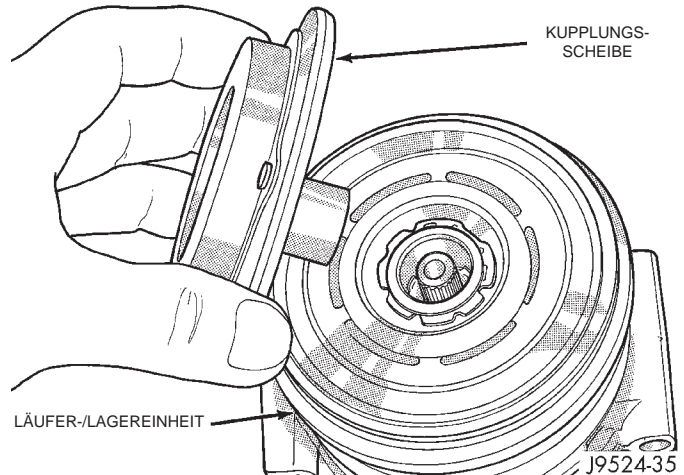

Abb. 12 Kupplungsscheibe aus- und einbauen
(4) Die beiden Zapfen des Zapfenschlüssels in die beiden entsprechenden Aufnahmen der Kupplungsscheibe stecken. Kupplungsscheibe mit einem Gegenhalter festhalten und die Schraube lösen, mit der die Kupplungsscheibe an der Kompressorwelle befestigt ist.
(5) Kupplungsscheibe abnehmen (Abb. 12).